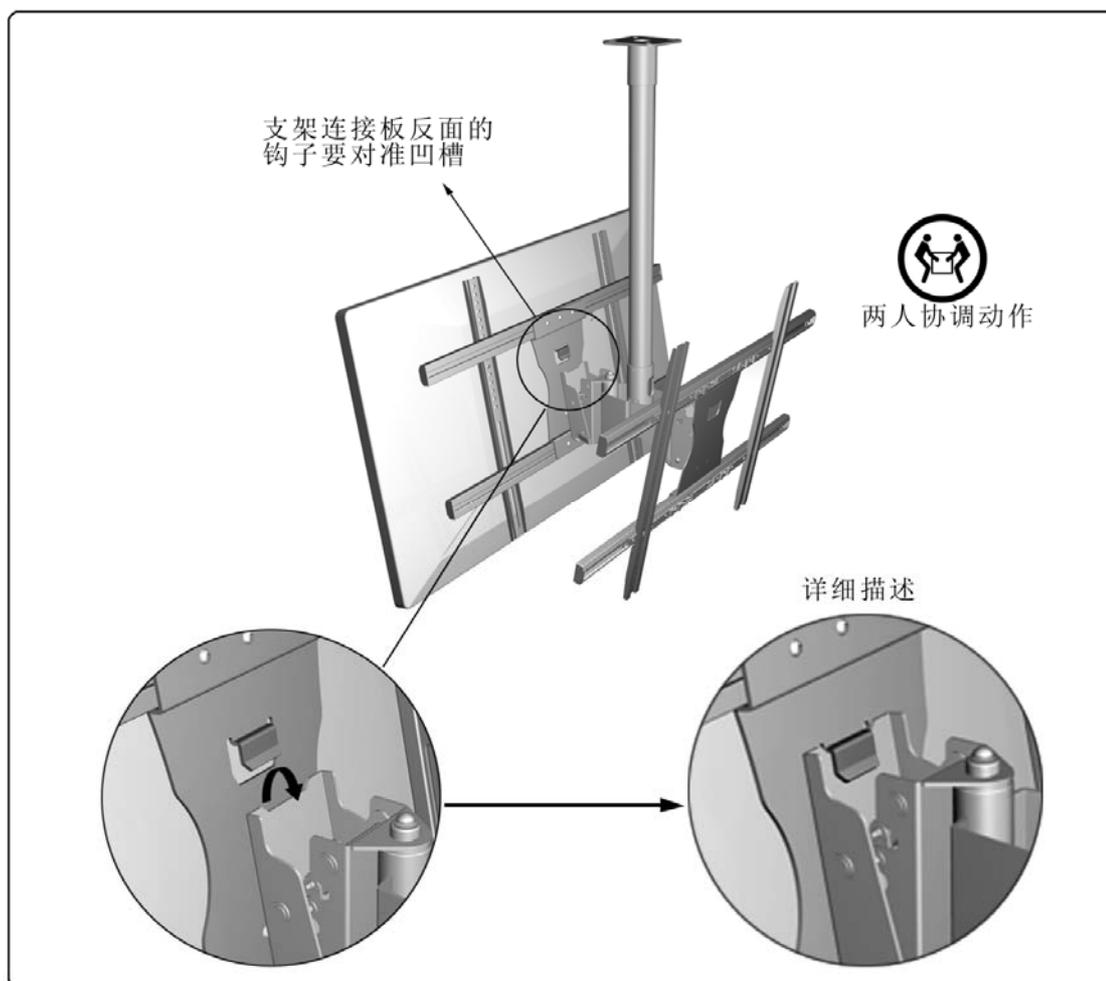

图 5-1
- 将平板电视机连同支架安装到倾斜架面板上，支架连接板反面的钩子要卡入倾斜架面板上方的凹槽内（如图 5-1）。